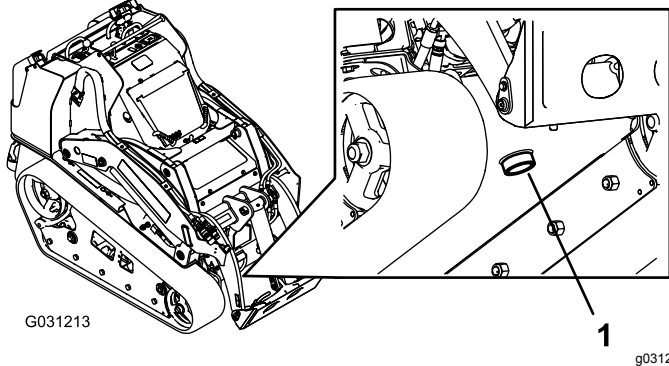

Figure 63
7. Placez un grand bac de vidange (d'au moins 57 litres de capacité) sous le bouchon de vidange à l'avant de la machine (Figure 63).
8. Retirez le bouchon de vidange pour permettre à l'huile de s'écouler dans le bac de vidange (Figure 63).